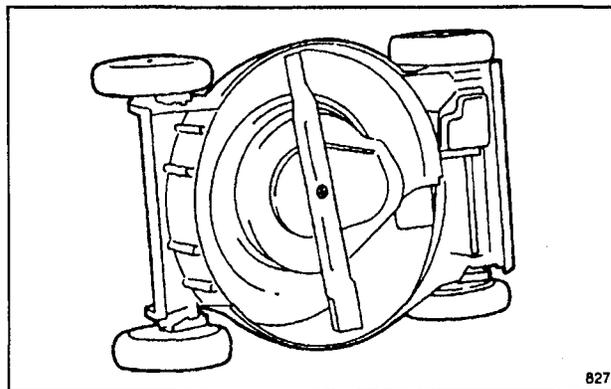

Figure 23
3. Basculer la tondeuse sur le côté droit (fig. 23).